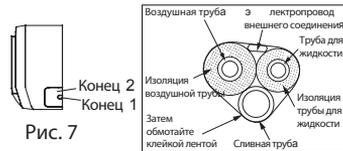

Рис. 7
1. При проводке труб и проводов с левой или правой стороны внутреннего блока, при необходимости, обрежьте концы рамы (см. Рис.7) Обрежьте конец 1, если проводите только кабеля; Обрежьте концы 1 и 2, если проводите и трубы, и кабеля.